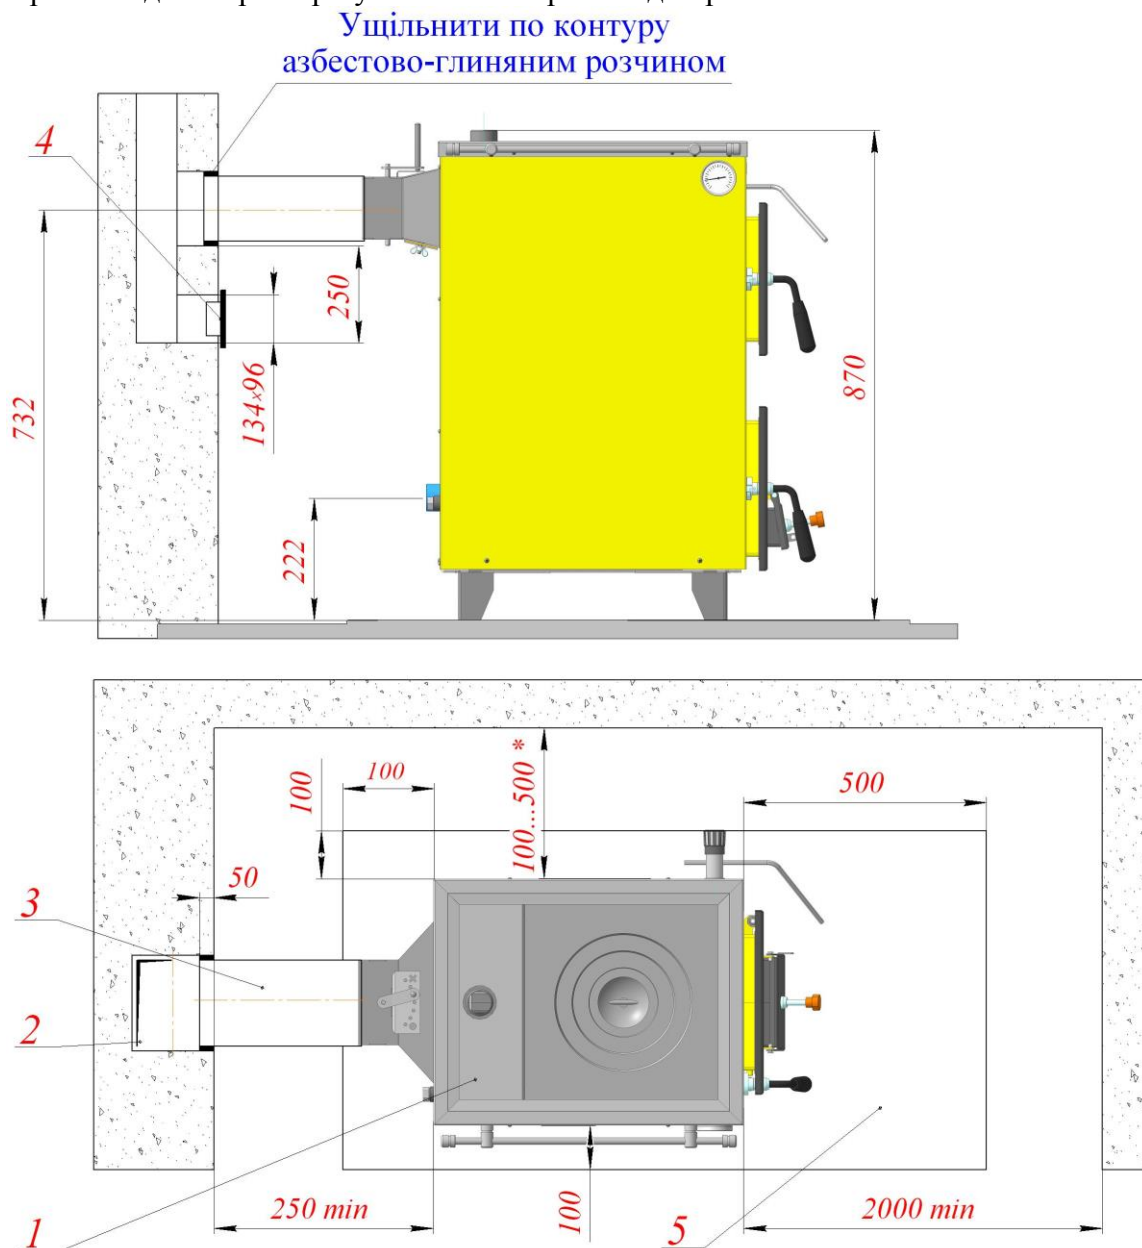

Рис. 3. Рекомендована схема установки апарата і під'єднання до димової труби :
- рекомендовані розміри установки апарата згідно рис. 3.